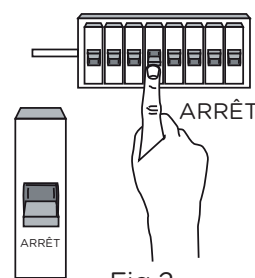

Fig. 2
- Pour éviter tout risque d'électrocution, éteignez le alimentation au fusible principal ou au boîtier de circuit (Fig. 2).